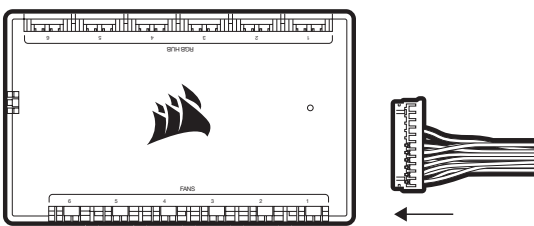

Figura 1
- > Ligue o cabo de 24 pinos da bomba ao COMMANDER CORE (Figura 1).